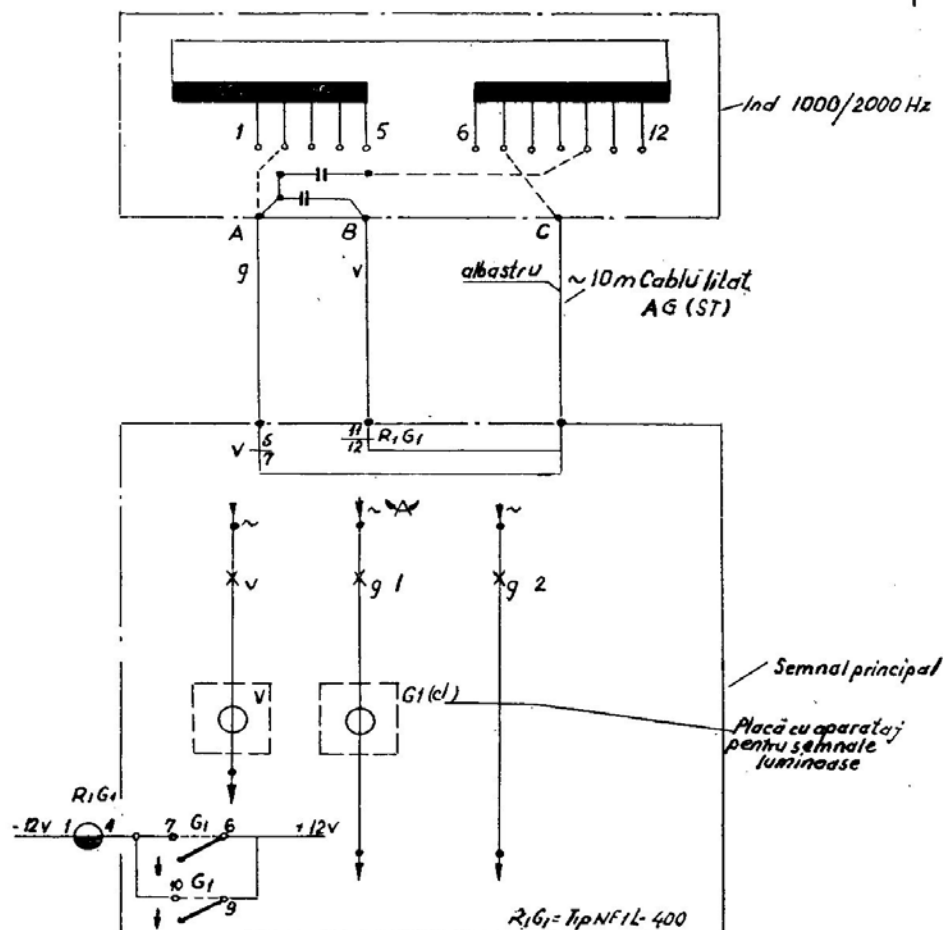

Fig. 73 Schema electrică și conectarea la semnalul de parcurs cu galben-clipitor
s) *Semnalul de parcurs cu galben clipitor echipat cu inductor de cale de 1 000/2 000 Hz (fig. 73).*